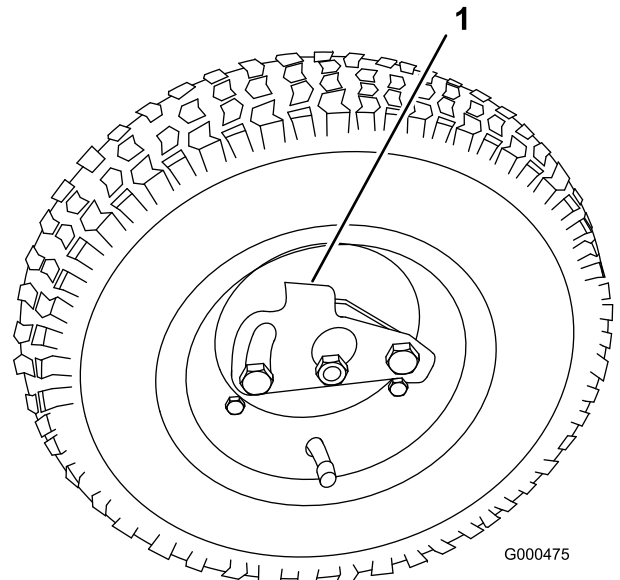

Bild 16
2. Drücken Sie den Radarretierclip zur Mitte des Rads und schieben Sie das Rad auf die Sechskantwelle (Bild 16).